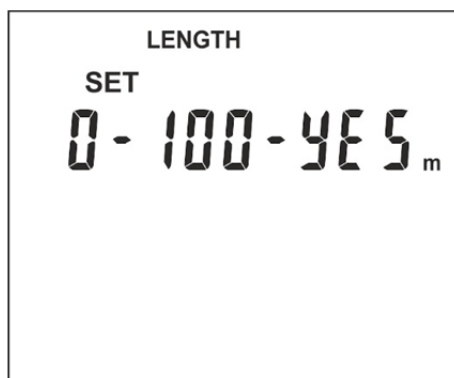

Fig. 15: Configurações da calibração do comprimento dos cabos
1. Ligar o instrumento premindo o botão ①
2. Premir e manter premido durante 3s o botão **L/W**. O ecrã de Fig. 15 é apresentado no display